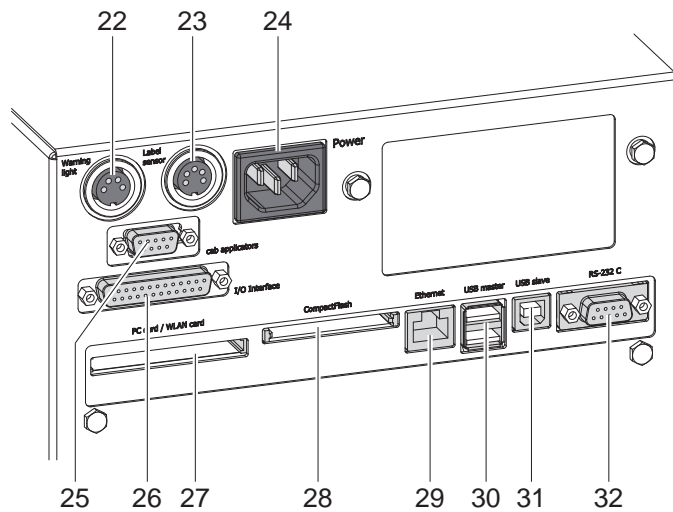

Bild 4 Anschlüsse - Version mit cab-I/O-Schnittstelle
2. Netzkabel in Netzanschlussbuchse (24 / Bild 4/5) stecken.
Außerdem besitzt das Bedienfeld ein USB-Master-Schnittstelle (1) mit gleicher Funktionalität wie die Schnittstellen (30 / Bild 4/5) an der Rückseite des Druckmoduls sowie einen Steckplatz (2) für eine CompactFlash-Speicherkarte. USB-Schnittstelle (1) und Steckplatz (2) sind im Auslieferungszustand mit Kappen abgedeckt.
Eine CF-Speicherkarte im Bedienfeld ist als "Ext. CompactFlash (CFEXT)", eine Speicherkarte im Steckplatz (28 / Bild 4/5) an der Rückseite des Druckmoduls als "CompactFlash (CF)" zu behandeln.